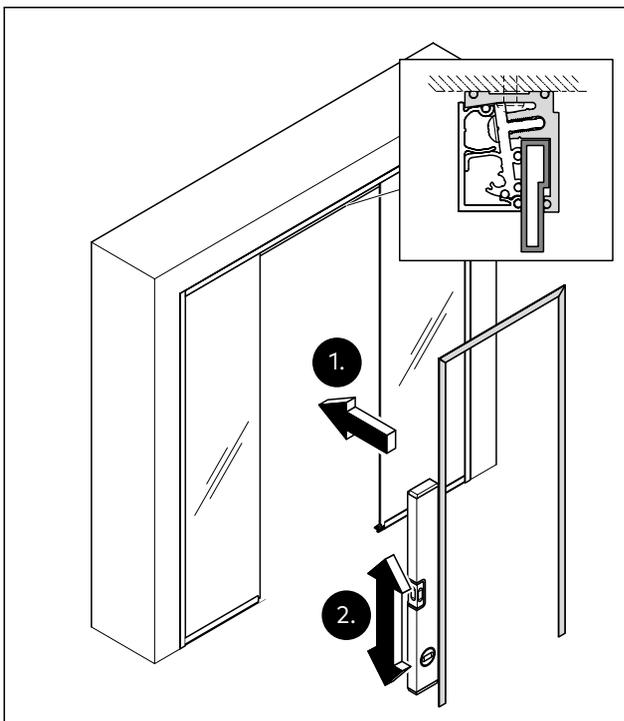

Abb. 31 Das Grundprofil für die Zarge von der Bandgegenseite in die Durchgangsöffnung stellen
- Das Grundprofil für die Zarge von der Bandgegenseite in die Durchgangsöffnung stellen (Abb. 31).